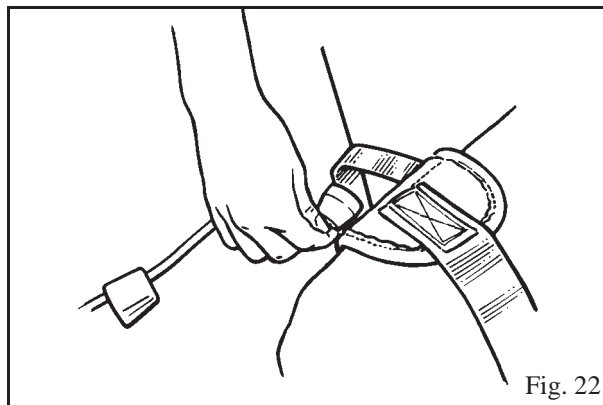

Fig. 22
1. Identificare la cinghia di attacco su ciascuna sezione del corsetto e attaccare la corda di attacco di destra alla cinghia di sinistra e viceversa. (Per l'attacco delle corde vedere Fig. 22 e 17).